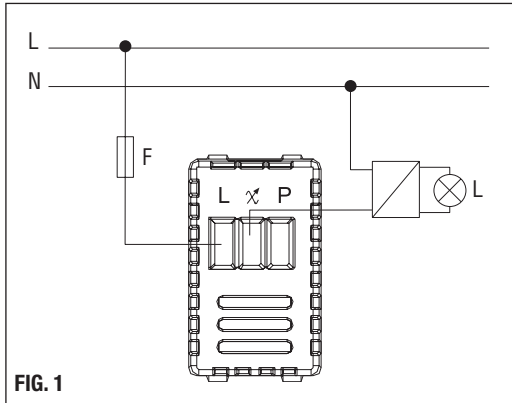
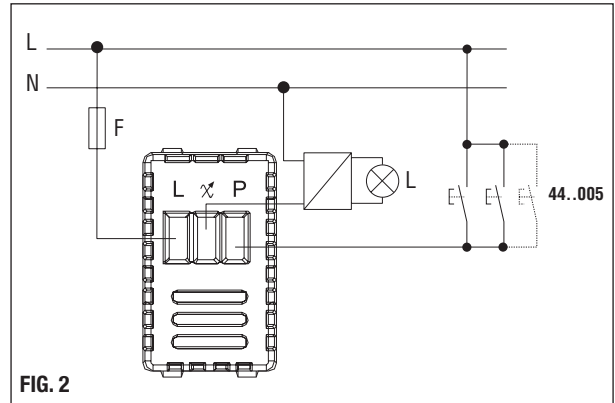

FIG. 1
FIG. 2
- Installation du seul régulateur d'éclairage: commande et régulation lumière moyennant le poussoir incorporé (figure 1)
- Installation du régulateur d'éclairage associé aux poussoirs NO: commande et régulation lumière moyennant le poussoir incorporé ou les normaux poussoirs reliés en parallèle (figure 2)
Legenda Fig.1 - Fig. 2